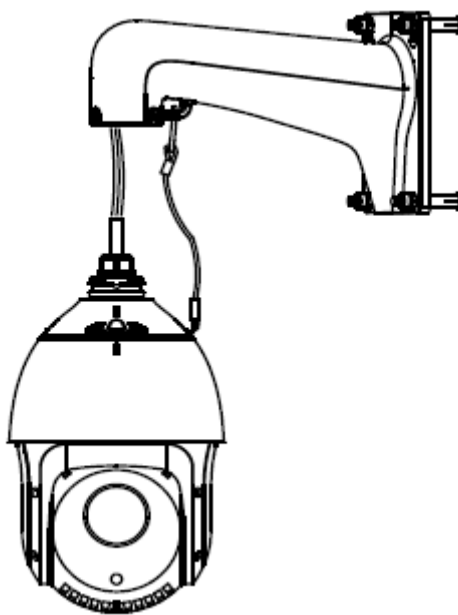

図 1-17 ドームをマウントする
1. 図 1-17 に示すように、安全ロープをスピードドームに掛け、ブラケットにフックします。